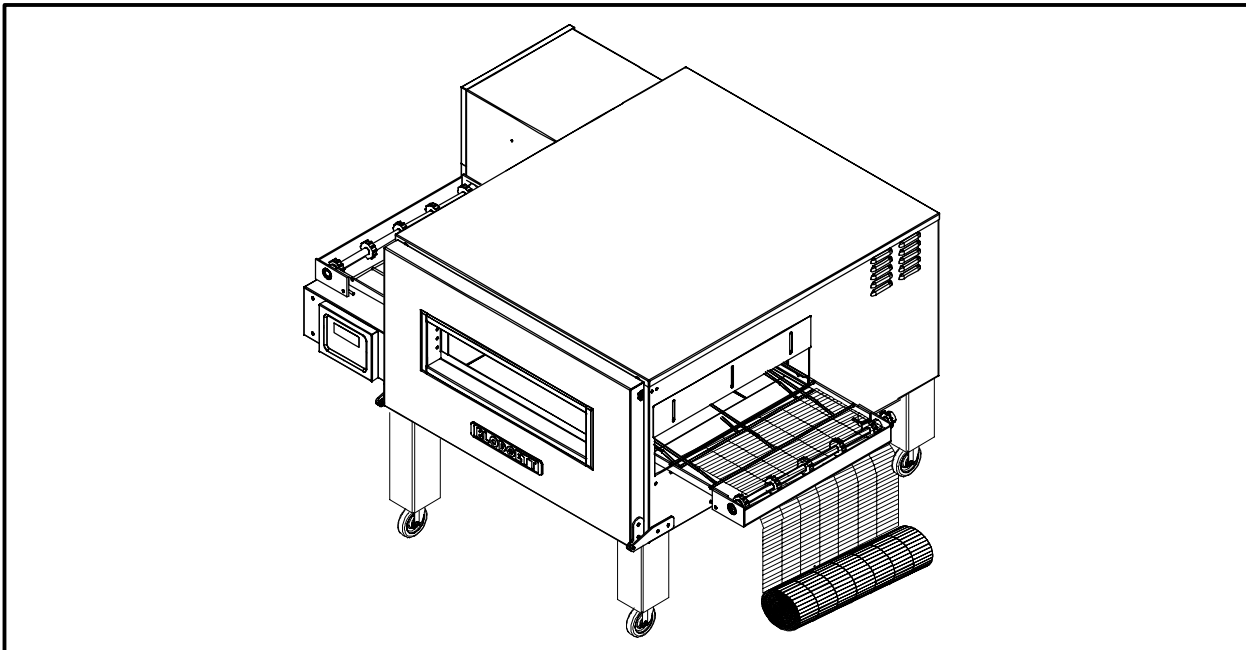

Figura 9
1. Arme la banda transportadora desde el lado derecho del horno. Las varillas de la banda tienen ganchos en sus dos extremos. La banda debe moverse con los ganchos de espaldas al sentido de avance, para no dañarse. Véase en la Figura 9 la orientación correcta de la banda transportadora.